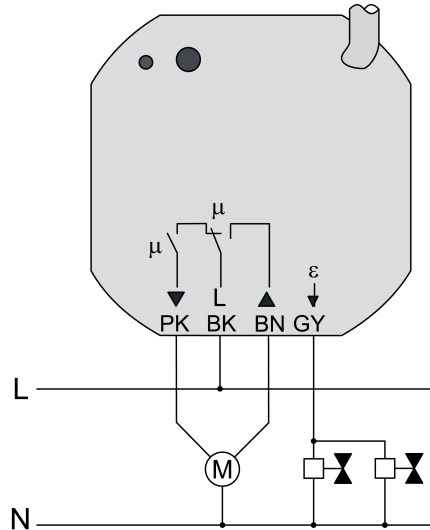

Figure 7
- Raccorder la charge (figure 7). Utiliser les bornes enfichables à ressort fournies. Les extrémités de conducteurs flexibles doivent être étamées.